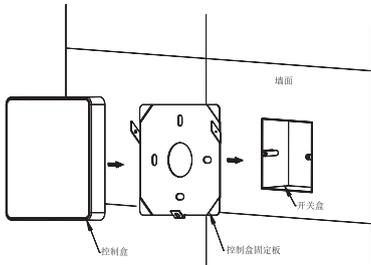

图 11
- ◆ 将控制盒固定板用螺钉安装在墙面预先安装好的开关盒（86 安装盒）上，注意固定板的安装方向，螺钉孔在下方，如图 11 所示。